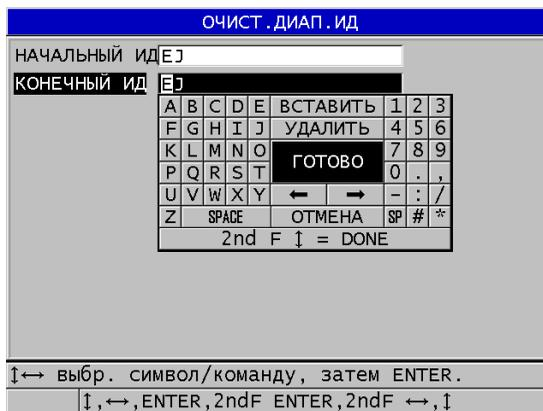

Рис. 11-21 Удаление данных диапазона ИД в активном файле
3. В окне **ОЧИСТ. ДИАП. ИД** (см. Рис. 11-21 на стр. 212):